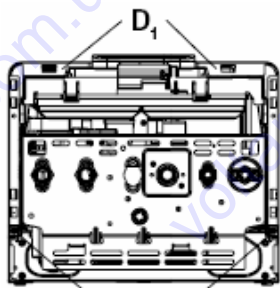
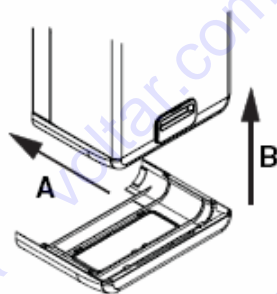
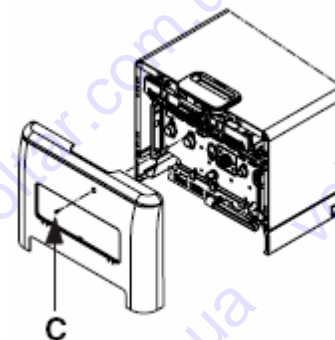

Рис. 10
Рис. 11
Рис. 12
После того как котел будет установлен, винты D1 (рис. 10) можно снять. После завершения работ по установке котла и подключению его к газопроводу и к системам отопления и ГВС, установите крышку, закрывающую отсек со штуцерами (A-B, рис. 11) таким образом, чтобы защелки этой крышки прочно встали в специальных прорезях в нижней части котла. Закрепите крышку винтом C (рис. 12), который находится в пакете с документацией к котлу.
- отвинтите винт крепления крышки, закрывающей штуцеры (**C**, рис. 12)